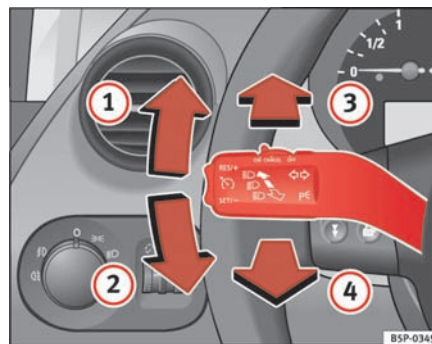

Fig. 78 Blink- og fjernlysarm
- Skub armen helt op \Rightarrow fig. 78 ① for at blinke mod højre og helt ned ② for at blinke mod venstre. ▶
- Skub armen fremad \Rightarrow side 115, fig. 78  for at tænde fjernlyset.